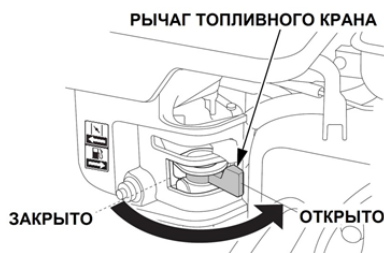

Рис. 14 Рычаг топливного крана
2. Откройте топливный кран. Для этого переведите рычаг топливного крана в крайнее правое положение (Рис. 14)